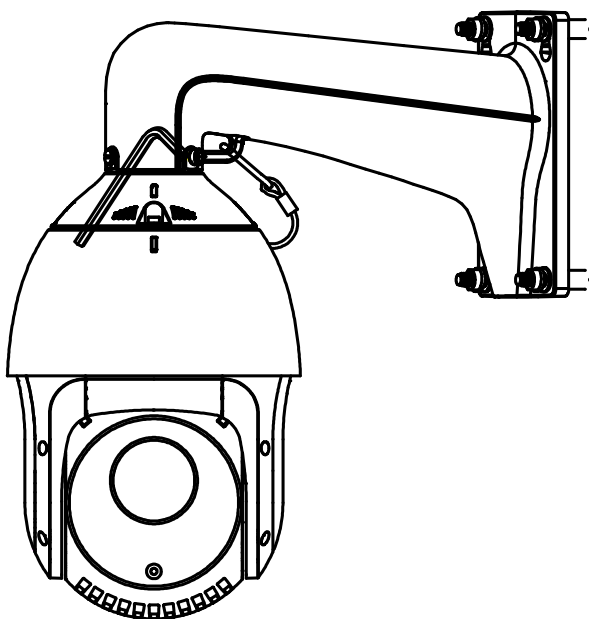

Рис. 1.9. Завершение монтажа видеокамеры на кронштейн
6. Используйте Г-образный ключ, чтобы затянуть фиксирующие винты и надежно закрепить видеокамеру на кронштейне (Рис. 1.9).